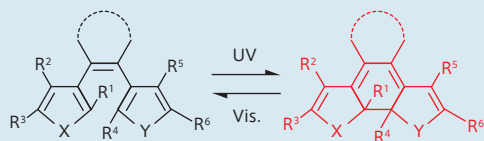

図1：ジアリールエテン単結晶の紫外光・可視光照射による着色・脱色と化学式。結晶だけではなく、ジアリールエテンをトルエンなどの有機溶媒に溶かした溶液や、濾紙に染み込ませたものでも、まったく同じように色が変化する。
**入江** — 特定の波長の光を受けることによって、物質の色が可逆的に変化する現象を「フォトクロミズム」といい、そのような性質をもつ低分子の有機化合物がフォトクロミック分子です。私たちが20年ほど前に発見し2、開発を続けてきた「ジアリールエテン」とよばれるフォトクロミック分子群では、紫外線を当てると、氷砂糖のような無色の結晶が赤色や青色、黄色、緑色などに変わります（図1）。光エネルギーを吸収して分子中の化学結合の一部が組みかわり、吸収スペクトルが長波長側、つまり可視光域にシフトするからです。具体的には、中央の3つの二重結合の部分が開環構造から閉環構造の異性体（6員環）へと変化するのですが、可視光を照射すると再び元の開環構造に戻るため、無色になります。紫外線を受けたときの色がさまざまなのは、分子中の置換基の種類の違いに依ります。世界中でさまざまなジアリールエテン誘導体の合成が進められており、今では300種以上が知られています。